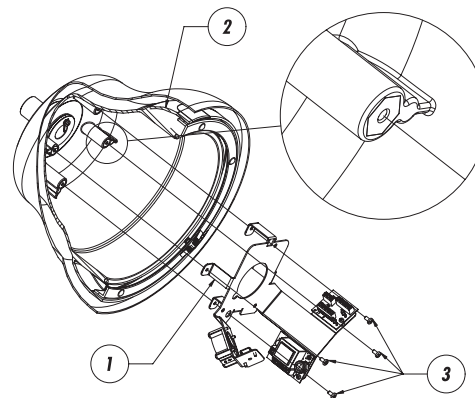

Fig. 1
- (Fig. 1) Fissare la piastra riscaldamento, con i circuiti precedentemente cablati (1) alla custodia a sfera (2) tramite le viti di fissaggio (3).
- (Fig. 1) Après avoir procédé au câblage des circuits (1), fixer la plaque de chauffage au caisson sphérique (2) au moyen des vis de blocage (3).
- (Fig. 1) Attach the heater plate, with the previously wired circuits (1), to the dome housing (2) using the fastening screws (3).
- (Fig. 1) Die Heizplatte mit den zuvor verdrahteten Schaltungen (1) mit den Befestigungsschrauben (3) am Kugelgehäuse (2) fixieren.